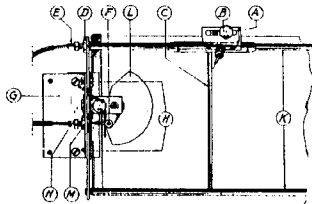

Fig. 7
4. Beugeltje A (fig. 7) losschroeven van wijzer.
1. Beugels G (fig. 7) losschroeven van de kast. De schaal is dan los van de kast.
Teneinde een goede lichtstreep op de schaal te verkrijgen, moet de wijzer zoo dicht mogelijk langs de schaal bewegen, zonder deze echter te raken. De afstand van de wijzer tot de schaal is daarom instelbaar gemaakt. Door n.l. de zes kante kop-schroeven H los te draaien (fig. 7), kunnen de stange K zoo worden ingesteld dat de wijzer vlak langs de schaal loopt.